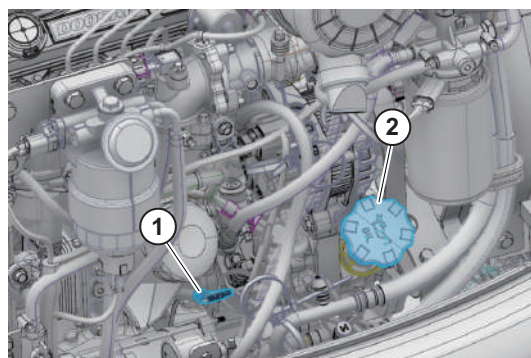

Figura 5
2. Retire la varilla de control (1, Figura 5) y quítele el aceite con un paño limpio.
5. Si el nivel de aceite está por debajo de la marca "LOW", añada aceite a través del tapón de llenado de aceite del motor (2, Figura 5).